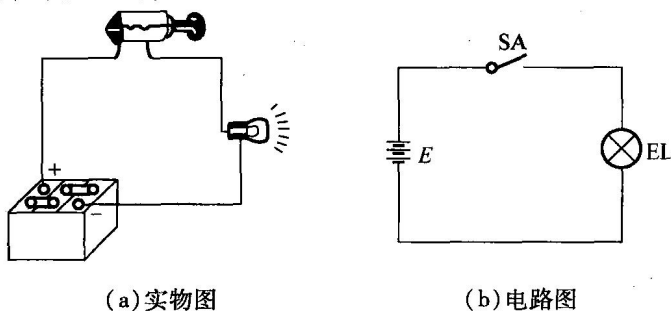

图 1-1-1 最简单的电路
1. 电路就是由一些元器件组成的电流流通通路。一个简单的电路一般由电源、负载、导线、控制装置、保护装置四部分组成。如图 1-1-1 所示。